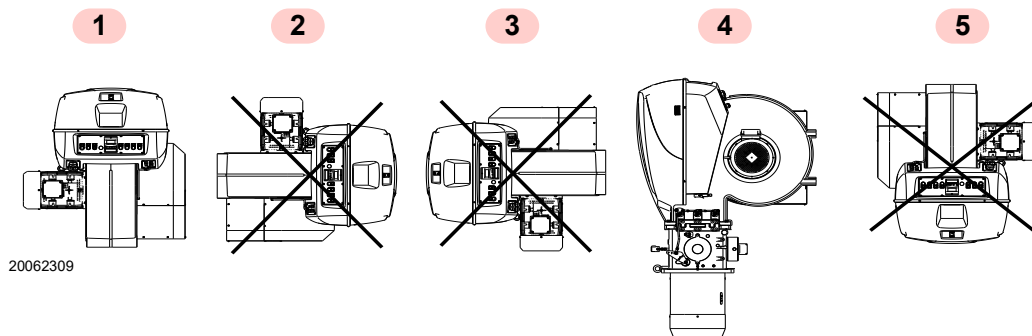

Fig. 9
- El quemador está preparado exclusivamente para funcionar en las posiciones 1, y 4 (Fig. 9).